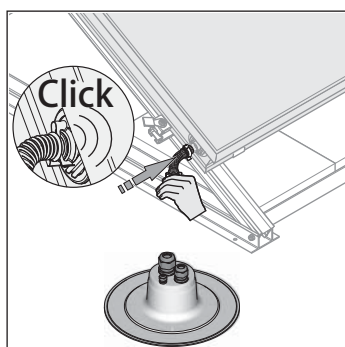

Figura 3-30 Montar los empalmes de conexión
2. Montar los empalmes de conexión (figura 3-30).